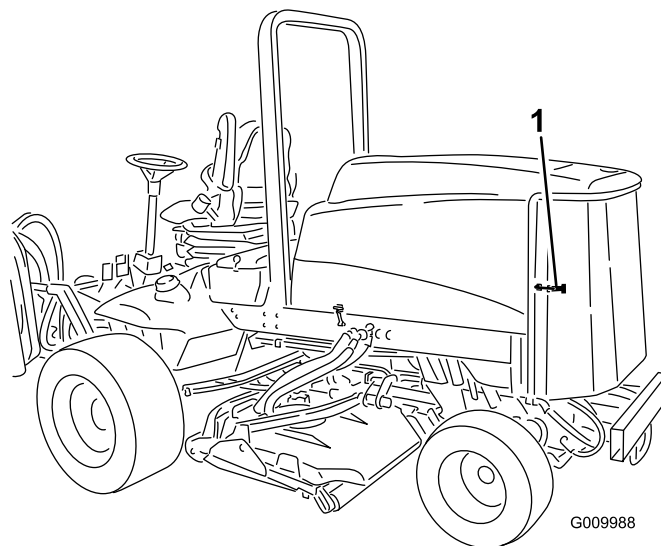

Figura 49
1. Sbloccate la griglia posteriore ed apritela (Figura 49). Ripulite accuratamente la griglia da tutti i detriti.